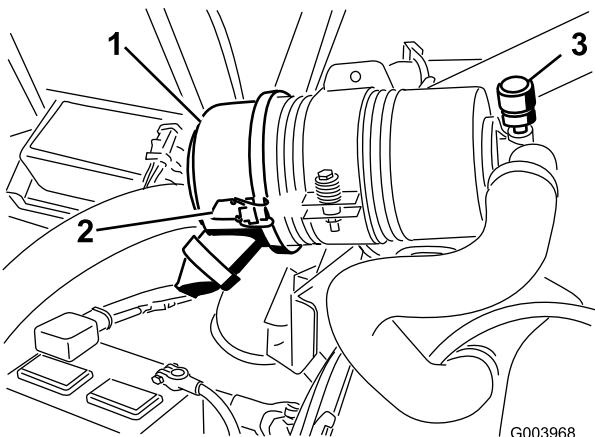

图38
仅在维护指示器（图38）要求时，维护空气滤清器滤芯。在必须更换之前更换空气滤清器，只会增加灰尘在滤清器拆下时进入发动机的几率。
1. 松开将空气滤清器盖固定到空气滤清器壳体上的闩锁（图38）。